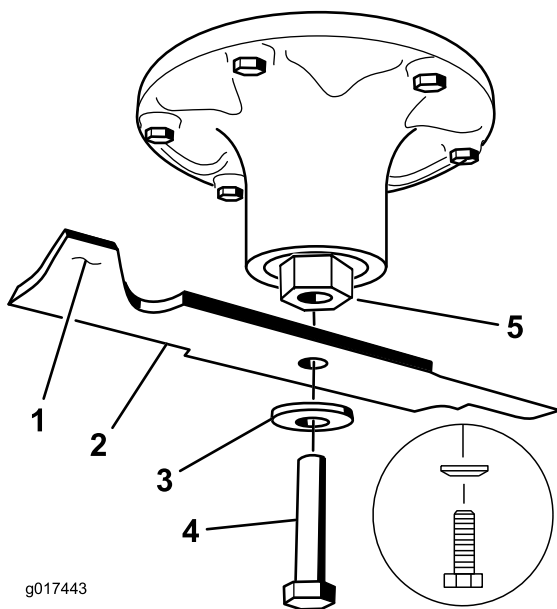

Figure 74
2. Enlevez de l'axe, le boulon, la rondelle courbe et la lame (Figure 74).
1. Placez la lame sur l'axe (Figure 74).
2. Montez la rondelle bombée et le boulon de la lame (Figure 74).